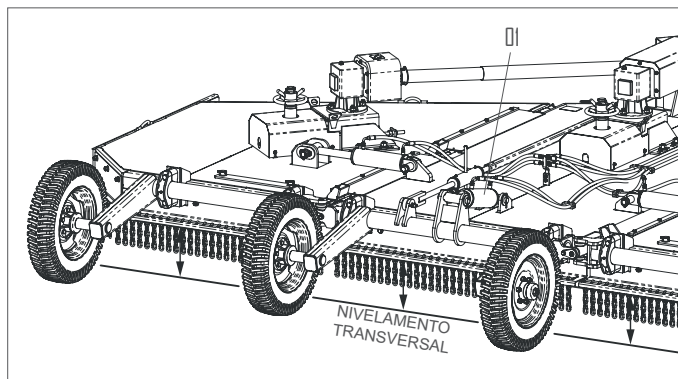

FIGURA 25
Acione completamente o cilindro hidráulico das rodas (01), elevando a roçadeira, conforme Figura 25.